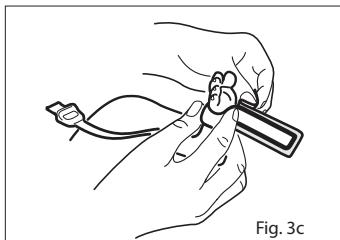

Fig. 3c
- Reportez-vous à la Fig. 3c. Enveloppez le système en mousse/adhésif autour de l'aspect latéral du pied (ou de la main) et vérifiez que la fenêtre de l'émetteur (\*) est alignée directement à l'opposé du détecteur. Veillez à maintenir l'alignement du détecteur et des fenêtres de l'émetteur lors de la pose du système en mousse/adhésif pour fixer le capteur.